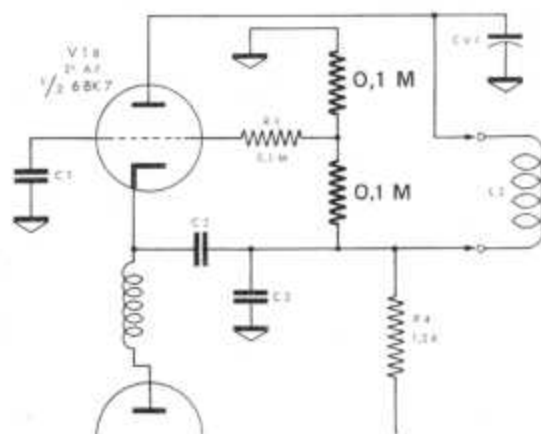

Fig. 19
<ol style="list-style-type: none"> 1. - Oscillatore starato 2. - Curva di taratura canale alterata 3. - Valvola V1 sovraccaricata, oppure manca C. A. S. (nei televisori Serie 531 eseguire variante fig. 19).
L. - Perdita di sincronismo verticale e orizzontale	<ol style="list-style-type: none"> 1. - Valvola V12 difettosa 2. - Componenti nel circuito di V12 difettosi 3. - Segnale troppo intenso (perdita del solo sincronismo verticale, nei televisori serie 531 eseguire variante indicata in fig. 19).